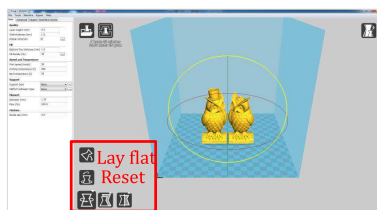

図 21
- (1) ズームイン/ズームアウト：マウスのホイールを前後するとズームイン、ズームアウトが出来ます。
- (2) 視点の回転：マウスを右クリックしたままドラッグすることで視点を回転移動することが出来ます。
- (3) モデルの移動：モデルを左クリックしたままドラッグすることでモデルを移動することが出来ます。モデルを左クリックすると画面左下にいくつかのアイコンが現れます(図21)。左から順番に「モデルの回転」「スケール」「ミラー反転」コマンドです。
- (4) モデルの回転：このアイコンをクリックすモデルの周りに3つのサークルが現れます(図21) 回転させたい方向のサークルを選んで左クリックし、そのままドラッグすることでモデルを回転することが出来ます。